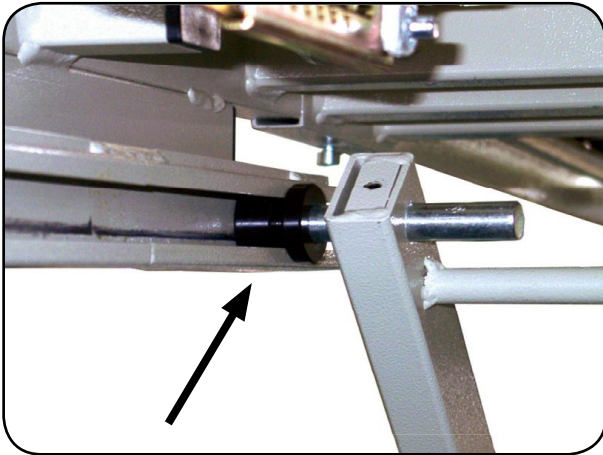

Abb. 6.1.07 - Gleitrolle in C-Schiene
- Schieben Sie die Fußauflage auf die Liegeflächenverbinder und positionieren Sie die Gleitrollen in den C-Schienen (Abbildung 6.1.07).